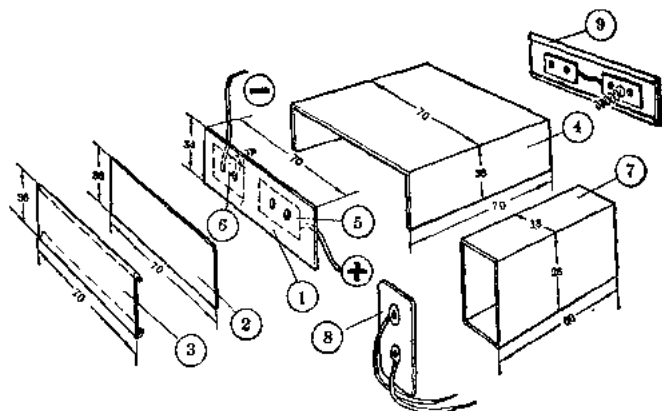

图 8-7
3 伏和 9 伏电池盒的结构见图 8-7。①是两块厚 1 毫米、长 70 毫米、宽 34 毫米的胶木板。每块胶木板上用铜铆钉铆着两块小铜皮⑤和⑥，作为与电池正负极相接触的接触片用。与电池负极相接触的接触片⑥的上面焊上一根镀锌的螺旋弹簧（就是那种半导体收音机电池盒里用的镀锌小弹簧）。②是两层迭起来的牛皮纸，把它用快干胶水粘在胶木板①没有铜皮的那一面上，作为使胶木板上的铆钉和后面铁皮③的绝缘层。把铁皮③的两个长边弯折过来，包在胶木板①的长边上。但要注意，不能让铁皮③包过来的边碰着铜皮⑤或⑥，以免电池漏电。①、②、③三个零件装在一起成为 3 伏电池盒的一个端板，用同样的方法再做另外一个端板⑨。用薄铁皮做 3 伏电池盒的框架④，把两边的端板分别焊在框架④的两端，这就做成了能放两节 1.5 伏电池的电池盒了。
9 伏电池盒的制作比较简单,可按图 8-7 中⑦的样子,用薄铁皮弯成一个能塞进 9 伏电池的铁皮框架就行了。9 伏电池的接线架可用专给半导体收音机用的层迭电池接线架(图 8-7 中⑧)。